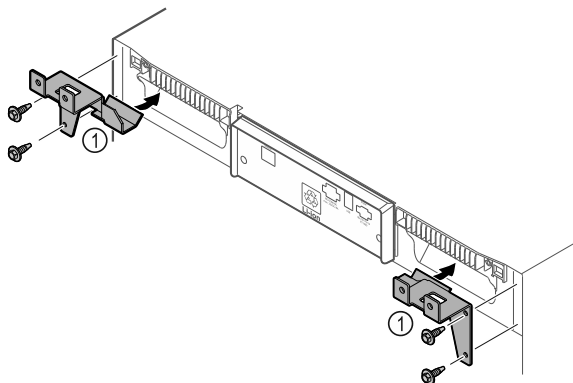

Fig. 10
- Bevestigingssteunen Fig. 10 (1) met zelfborgende schroeven aan het apparaat monteren.